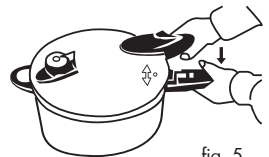

fig. 5
2. Tryk let på låget, og drej det med uret, indtil de to håndtag flugter med hinanden (fig. 5).